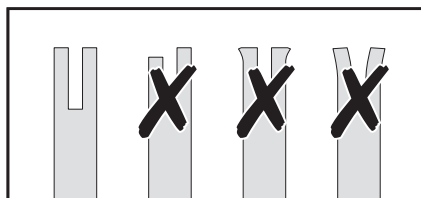

Fig. 46
5. Verifică dacă nu există semne de uzură la canelura lamei de ghidare: Ține o riglă (de verificare cu muchii active) pe lateralul lamei de ghidare și pe „paleta laterală a dinților tăietori”. Dacă există spațiu între riglă și lama de ghidare, atunci canelura lamei este normală. Dacă nu există spațiu (rigla este la același nivel cu marginea lamei de ghidare), canelura lamei de ghidare este uzată și trebuie înlocuită cu una nouă de același tip (fig. 46).